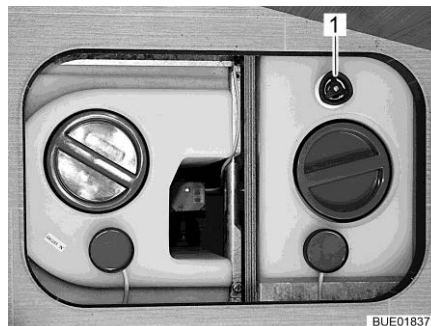

Bild 195 Wassertank mit Drehgriff
- Auf dem Wassertank den Drehgriff (Bild 195,1) entgegen dem Uhrzeigersinn über den Widerstand hinaus bis zum Anschlag drehen, um die Ablauföffnung vollständig zu öffnen.